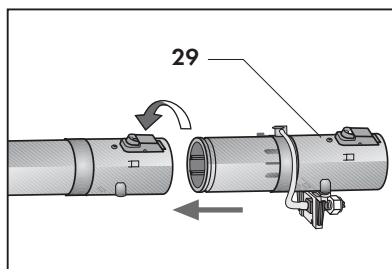

Abb. 13
- das Aufnahmeteil des Verlängerungsrohrs in das Steckteil des Zerstäubers stecken und den Arretiering drehen um das Verlängerungsrohr zu blockieren. **(Abb. 13)**